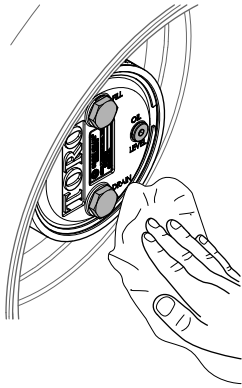

Figure 78
3. Essuyez soigneusement les carters de frein et de train planétaire (Figure 78).